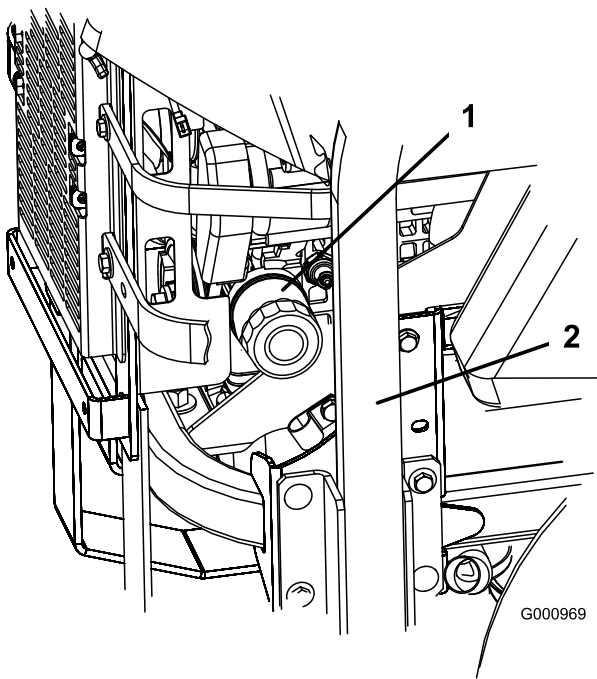

Figure 39
- Tournez le filtre dans le sens anti-horaire pour le déposer (Figure 39 et Figure 40).